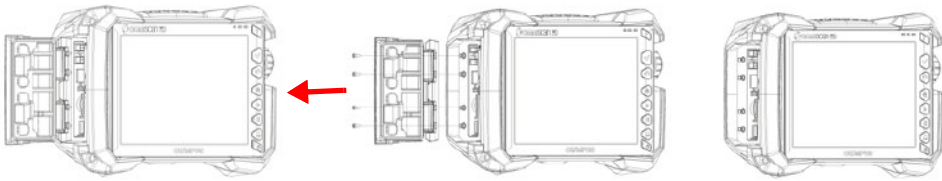

Abbildung 2-9 Entfernen der Klappe
1. Öffnen Sie die seitliche Klappe links am OmniScan X3 und lösen Sie mit einem Kreuzschlitzschraubendreher die vier Schrauben und entfernen Sie die Klappe (Abbildung 2-9 auf Seite 38).